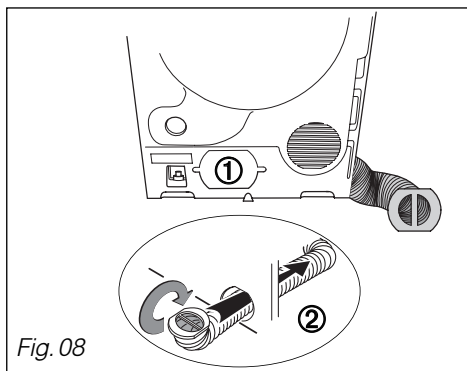

Fig. 08
– **Sortie d'air latérale gauche** (Fig.08)
- Passez l'ensemble gaine et poignée à travers le panneau. Pour cela orientez la poignée (Fig. 08 ②).
- Dégagez le cache (Fig. 08 ①) à l'aide d'une pince coupante et vérifiez qu'aucune bavure ne risque de blesser la gaine.